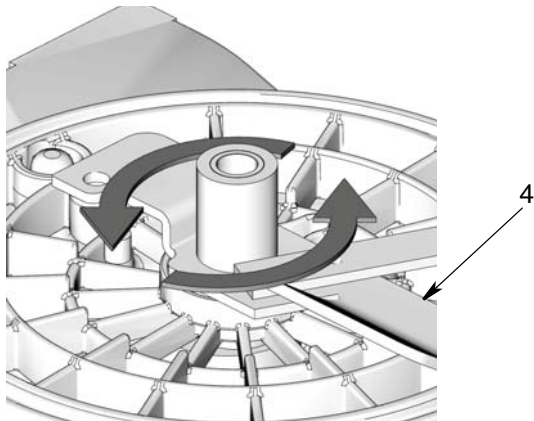

FIG. 13
- 4. Instale la paleta agitadora (4) en la base de la G3. Gire la paleta en **sentido contrario a las agujas del reloj** hasta que esté apretada de forma segura (FIG. 13). (La ilustración NO muestra la paleta de bajo nivel).